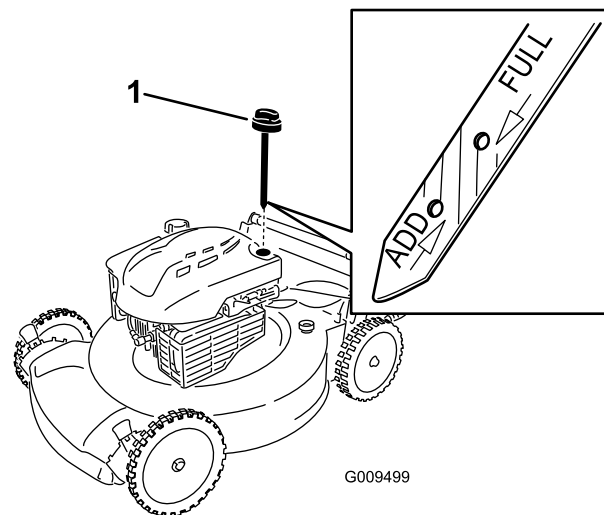

Figure 28
6. Retirez la jauge de niveau du tube de remplissage (Figure 28).